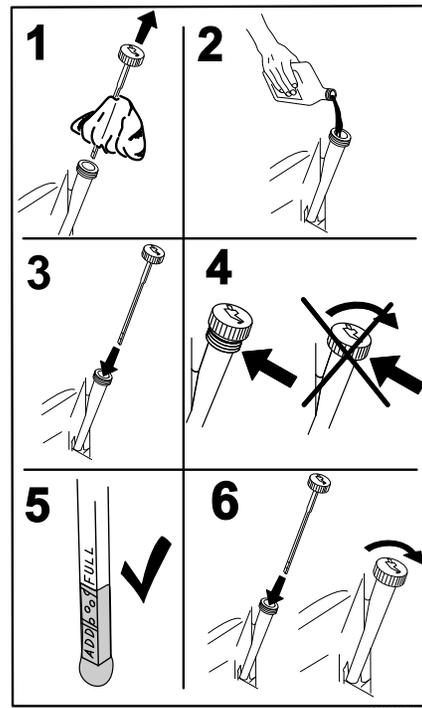

Figura 46
4. Vierta lentamente un 80% aproximadamente del aceite especificado por el tubo de llenado, luego añada lentamente el resto del aceite hasta que llegue a la marca de **Lleno** (Figura 46).